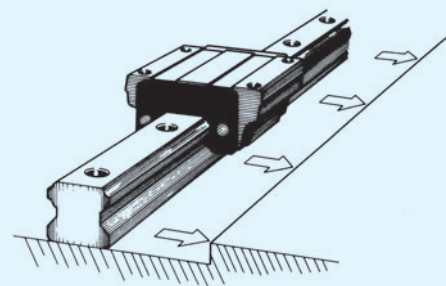

Abb. 3 Führungsschiene gegen Bezugsseite drücken
② Die Führungsschiene vorsichtig auf das Maschinenbett legen, die Befestigungsschrauben einsetzen und leicht anziehen, bis die Führungsschiene an der Montagefläche fest anliegt. Dabei muss die Markierung der Führungsschiene zu der Bezugsseite des Maschinenbettes weisen (siehe Abb. 3).